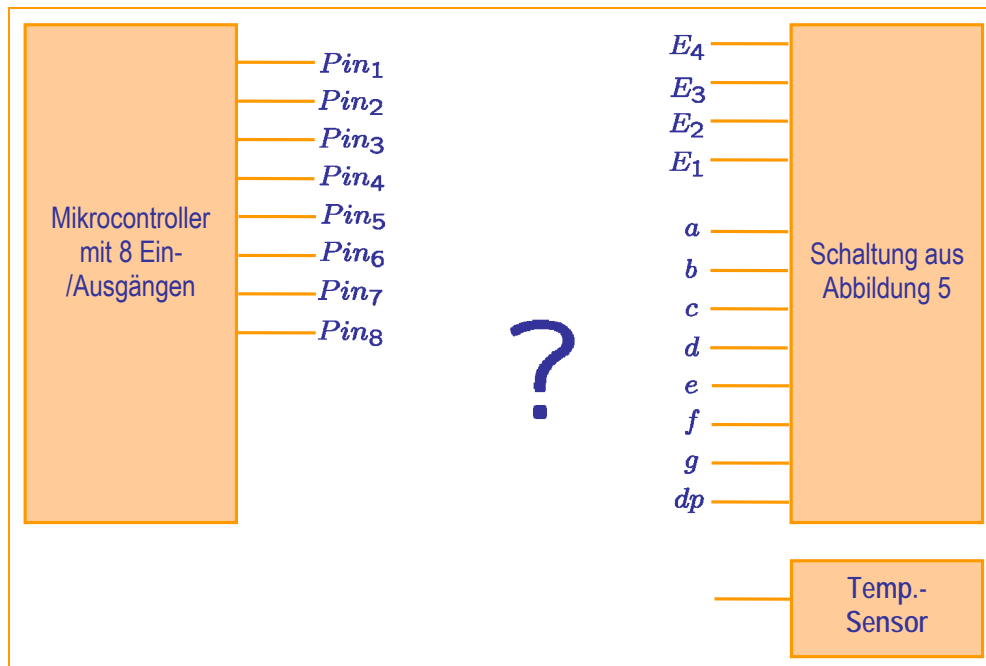

Abbildung 7 Elektronisches Thermometer mit einem 8-Bit-Mikrocontroller
- 7) Wie müssen die acht Pins des Mikrocontrollers verwendet werden, um die Funktionalität der Schaltung nicht zu beeinträchtigen. Ergänzt das Schaltbild in Abbildung 7!
Ergänzte Abbildung 7 als Antwort auf Frage 7